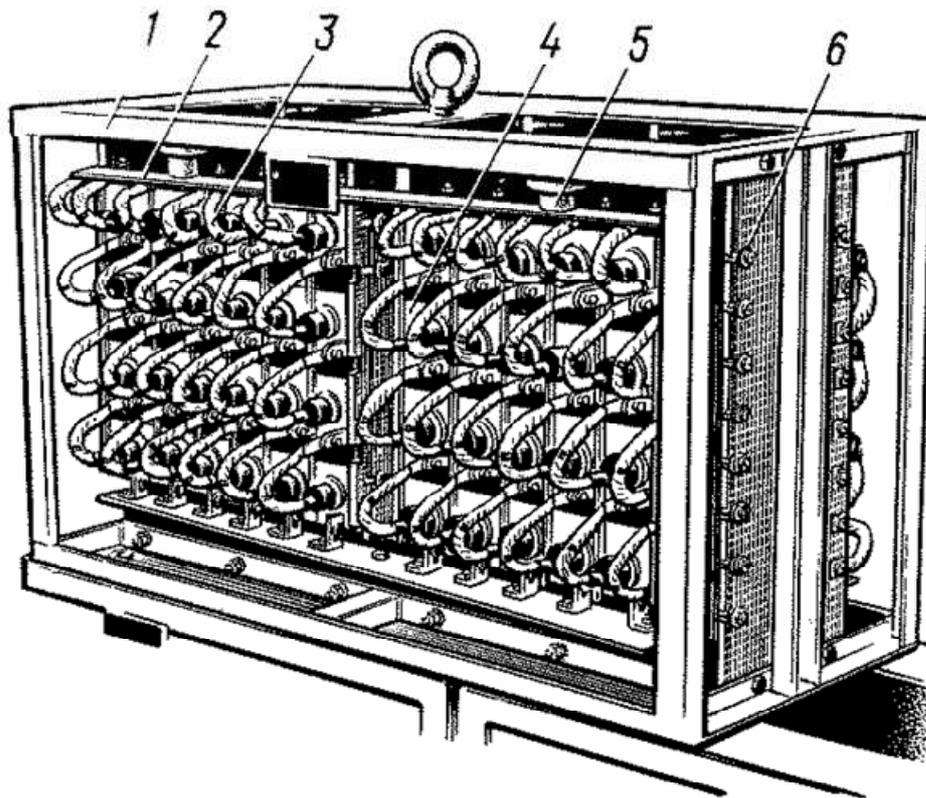

Рисунок 1 – Общий вид выпрямительной установки ВУК-4000Т-02
**Конструкция.** Конструктивно каждая выпрямительная установка выполнена в виде двух блоков — шкафов прямоугольной формы, основу которых составляет сварной металлический каркас 1 (рис. 1). Поскольку каждый вентиль 3 с радиатором 4 должен быть изолирован от соседних вентилях, радиаторы укреплены на изоляционных шпильках 6 и между ними проложены изоляционные прокладки. Шины 2, которыми выпрямительные установки подсоединены к цепям трансформатора и двигателей, установлены на изоляторах 5. Вентили одного плеча расположены с одной стороны, а вентили другого плеча — с другой. В каждую из 12 параллельных ветвей плеча входят четыре вентиля, расположенных друг под другом. Радиаторы охлаждаются потоком воздуха, направленного от вентилятора через переключающее устройство сверху вниз. Корпуса вентилях со стороны гибкого вывода охлаждаются благодаря естественной циркуляции воздуха. На каждой секции электровоза установлены четыре блока выпрямительных установок ВУК-4000Т-02.